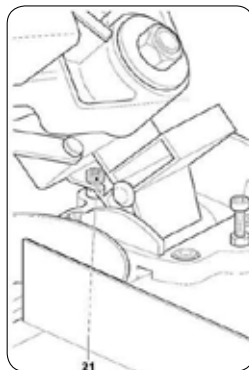

FIGURA 8.4
4. Ajuste o ângulo da serra 45° - Figura 8.4
- Afrouxar manipulô trava-ângulo (6) e virar a mesa para o ângulo de inclinação absoluta.
- Verificar o ângulo de inclinação usando a escala (7) se o ângulo não mede 45° ajuste:
- Afrouxe a contra porca e aperte ou afrouxe parafuso de ajuste até conseguir um ângulo de 45°. Aperte a contra porca Figura 8.4.